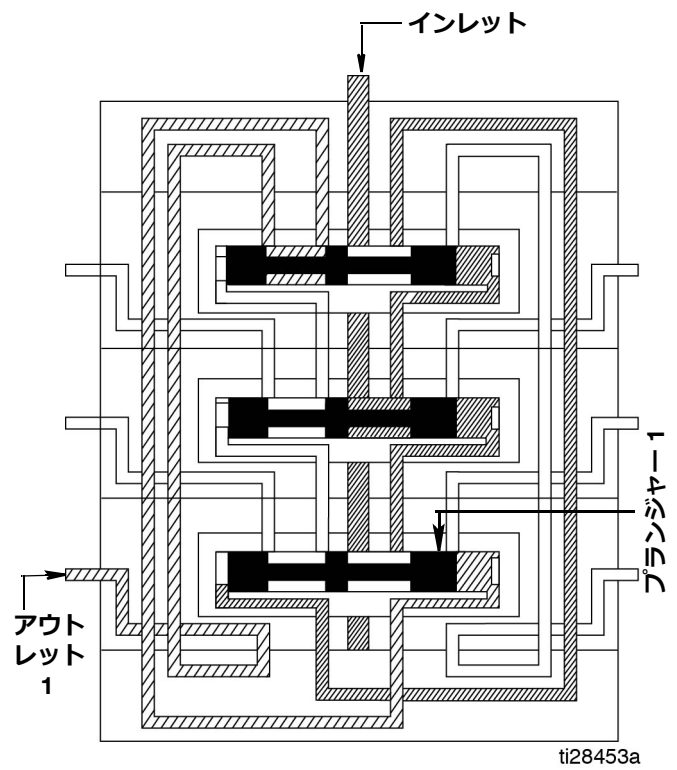

図 10
3. プランジャー 1 が開き、アウトレット 1 に送られます (図 10)。